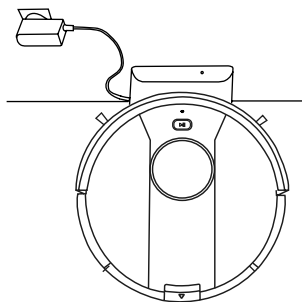

Abbildung 1
- Der Roboter wird über seine Ladestation aufgeladen (Abbildung 1).